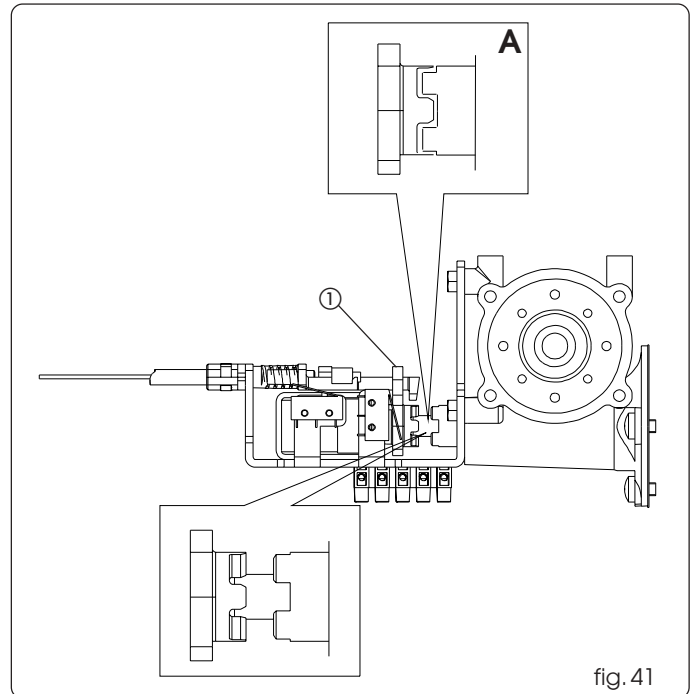

fig. 41
- Empuje manualmente la palanca (fig. 41 ref. ①) hacia el eje motor comprobando que se acople correctamente como muestra la fig. 41 ref. A).
- Mueva la palanca (fig. 41 ref. ①) en sentido vertical y compruebe que haya juego entre el acoplamiento del eje motor y del bloqueo motor.